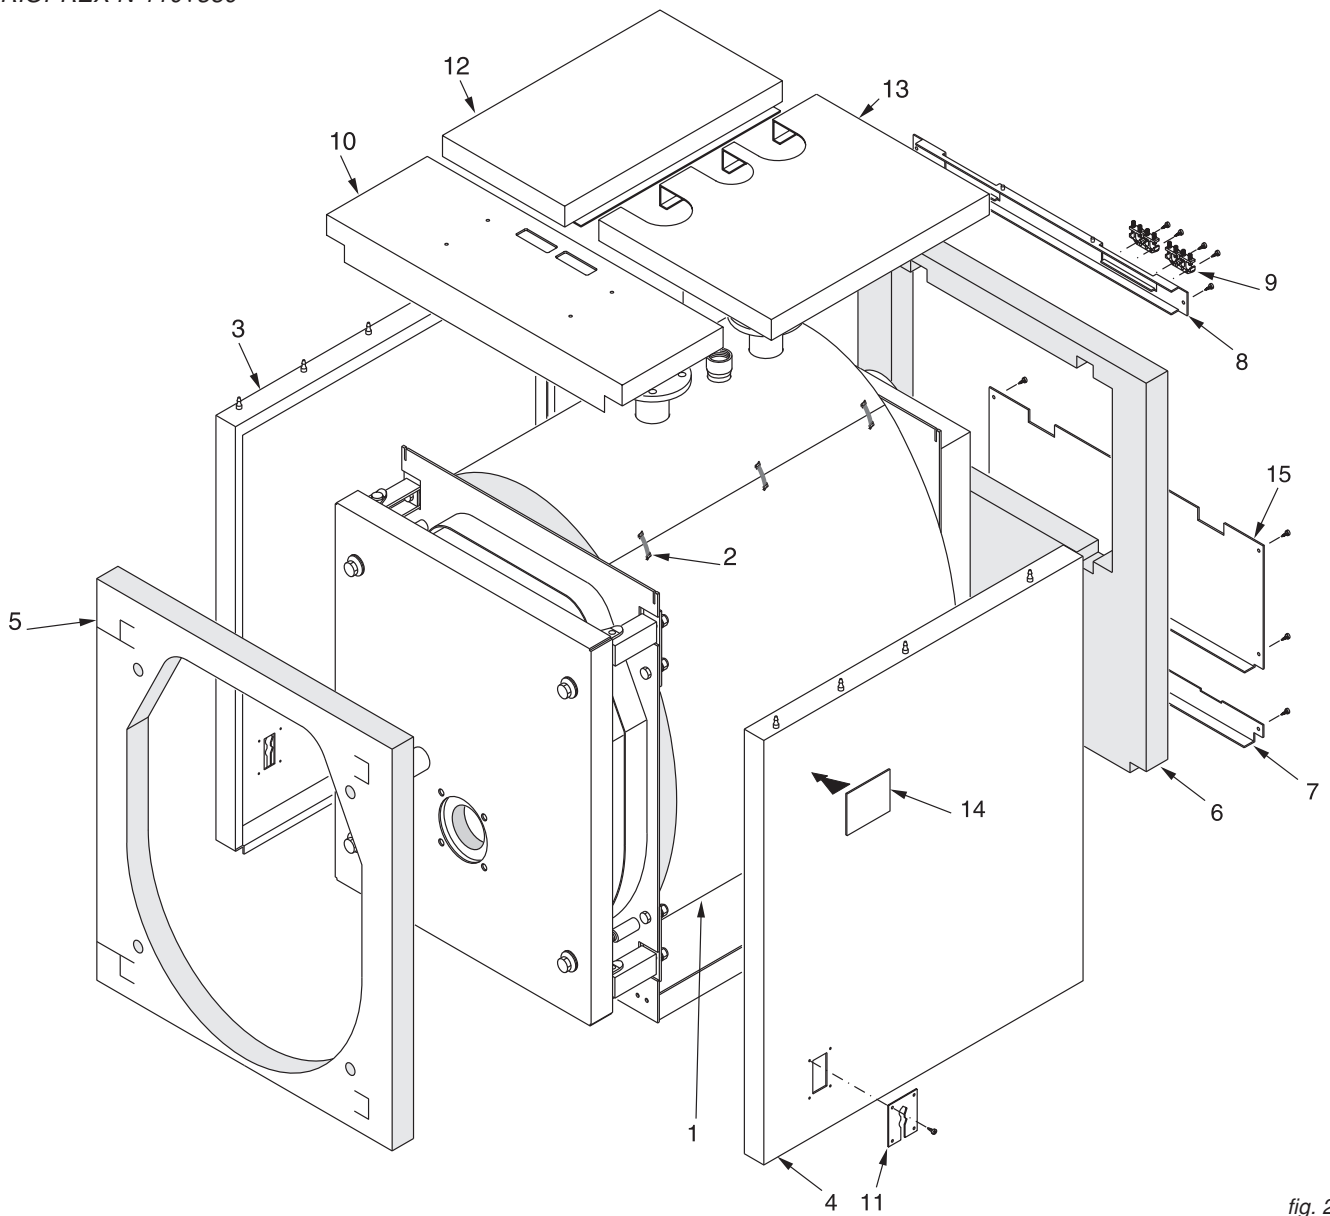

fig. 25
N.B. Per i modelli compresi tra **TX N 110** e **TX N 380** (rif. fig. 25 e 26), il mantello e l'isolamento sono contenuti in 1 imballo marcato:
Sequenza di montaggio (Rif. fig. 25 e 26)